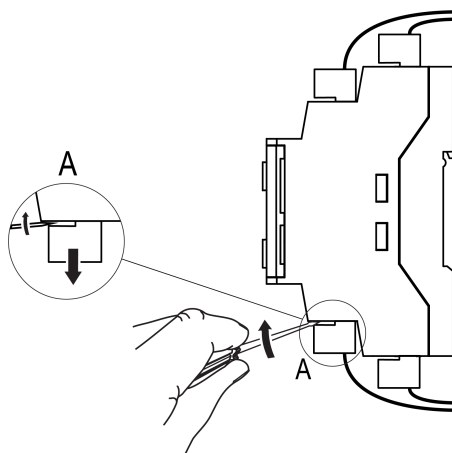

Рисунок 5.3 – Отсоединение съемных частей клемм
2. Отделить от прибора съемные части каждой из клемм вместе с подключенными внешними линиями связи с помощью отвертки или другого подходящего инструмента (см. рисунок 5.3).